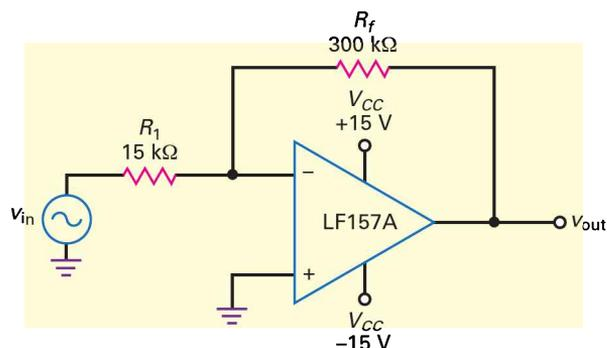

Figure 16.31
16.8 Quelle est la tension de sortie sur la figure 16.31 quand la tension v_{in} vaut zéro ? Utilisez les valeurs caractéristiques de l'encart *À retenir* 16.1.
16.9 La fiche technique d'un LF157A donne les paramètres les plus défavorables suivants : $I_{in(pol)} = 50$ pA ; $I_{in(off)} = 10$ pA ; $V_{in(off)} = 2$ mV. Recalculez la tension de sortie quand la tension v_{in} est nulle sur la figure 16.31.